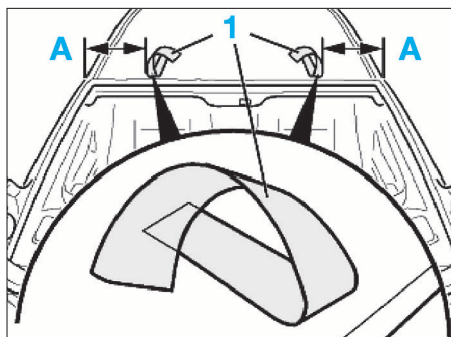

FIG. 98
- Mettre en place deux bandes autocollantes (1) (d'une longueur de 400 mm) sur le pavillon, à une distance A = 250 mm des bords extérieurs (Fig.98).